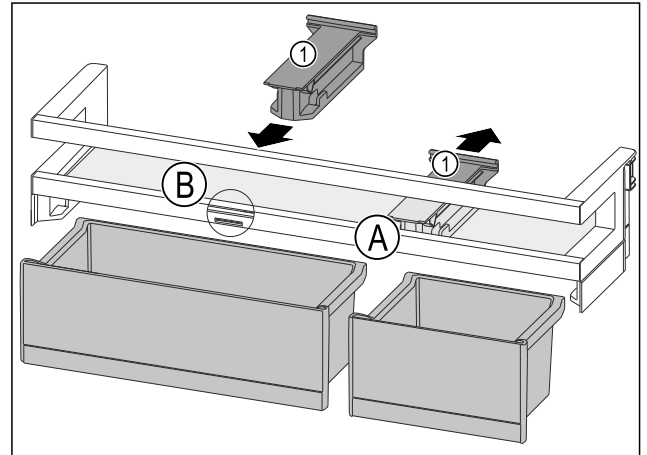

Fig. 112
- ▶ Tirare l'elemento di tenuta Fig. 112 (1) all'indietro per portarlo in posizione Fig. 112 (A).
- ▶ Inserire l'elemento di tenuta Fig. 112 (1) in posizione Fig. 112 (B).